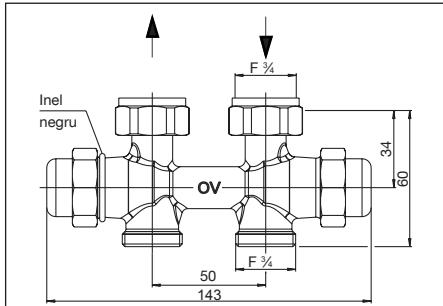
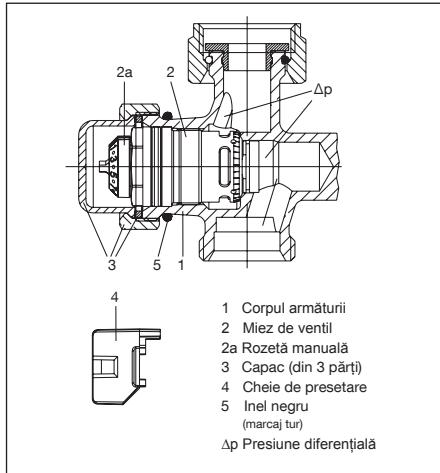
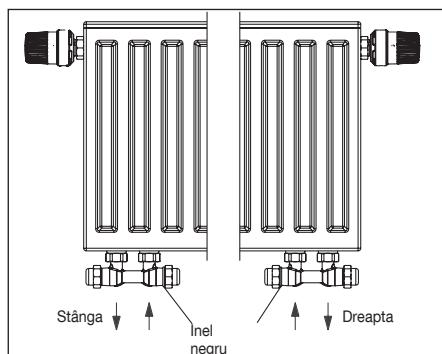

Fig. 3 Model drept
Fig. 5 Structura regulatorului de debit
Fig. 6 Racordarea pe stânga / dreapta
Debitul maxim poate fi reglat cu ajutorul cheii de presetare (poz. 4, fig. 5) (vezi punctul 6.2.1).
După conectarea aparatului de măsurare, se măsoară presiunea diferențială la corpul robinetului. În acest scop, se deșurubează mai întâi capacul (poz. 3, fig. 5), iar apoi se deșurubează miezul de ventil (poz. 2, fig. 5) cu ajutorul unei „Demo-Bloc“ și se măsoară în continuare presiunea diferențială cu ajutorul tijei de măsurare. De îndată ce valoarea măsurată este egală sau mai mare decât presiunea diferențială Δp min. (vezi 4.1), presiunea diferențială este suficientă pentru reglarea automată a debitului cu ajutorul armăturii.
Sensul de curgere prin robinetul „Multiflex FQ“ trebuie să fie cel specificat (vezi fig. 3, 4 și 6). Este obligatorie respectarea poziției racordului de tur și return. Teava de tur trebuie racordată la armătură pe partea regulatorului de debit, marcată cu un inel negru (poz. 5, fig. 5). Robinetii colțari sunt disponibili în variantele pentru racordare pe partea stângă sau dreaptă (pentru racordare vezi fig. 6).
2. Deșurubați de pe corpul robinetului miezul de ventil „QA“ (poz. 2, fig. 5) și miezul de izolare „Combi LR“ de pe partea opusă folosind o cheie mărimea 19.
4. Demontați inelul negru (poz. 5, fig. 5) ce servește la marcarea racordului de tur și montați-l pe partea opusă (miezul de ventil „QA“).
Conductele trebuie instalate paralele și nu au voie să fie tensionate. Este obligatorie respectarea poziției racordului de tur și de return pentru ca sensul de curgere prin armătură să fie cel corect. Partea la care trebuie racordată conducta de tur este marcată pe armătură cu un inel negru (poz. 5, fig. 5).
Se îndepărtează mai întâi capacul de pe tur (marcat cu inel negru, poz. 5, fig. 5).
Se efectuează presetarea dorită cu ajutorul cheii de presetare (poz. 4, fig. 5). Presetarea se poate efectua doar prin poziționarea cheii de presetare aferente pe rozeta manuală (poz. 2a, fig. 5). Acest lucru protejează robinetul împotriva manipulării de către persoane neautorizate.
1. Îndepărtați capacul de pe tur (marcat cu inel negru, poz. 5, fig. 5).
Miezul de ventil (poz. 2, fig. 5) se poate deșuruba de pe corpul armăturii (poz. 1, fig 5) cu ajutorul unei „Demo-Bloc“, fără a fi necesară golirea instalației.